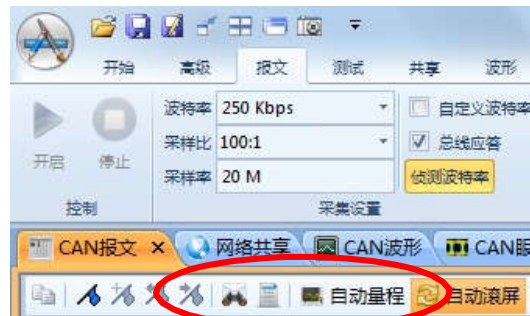

图 4.2 自动量程
2. 点击**开启**，然后点击**自动量程**，CANScope 自动匹配测量，如图 4.2 所示。